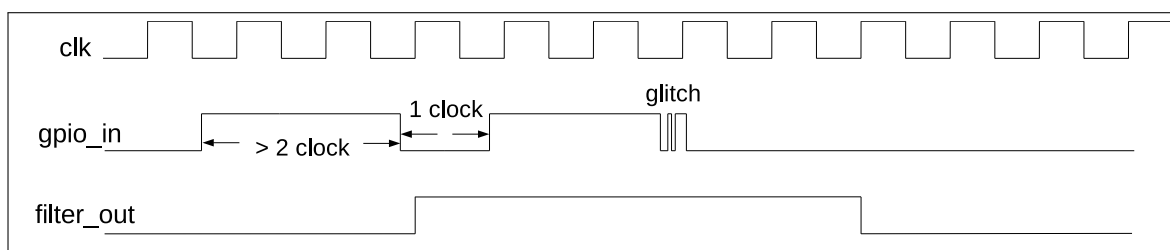

图 6-4. GPIO 输入信号滤波时序图
- 可选：置位 $\text{IO_MUX_GPIOx_FILTER_EN}$ 使能 GPIO 管脚的输入信号滤波功能，如图 6-4 所示。只有当输入信号的有效宽度大于两个时钟周期时，输入信号才会被采样。否则，输入信号将会被滤掉。